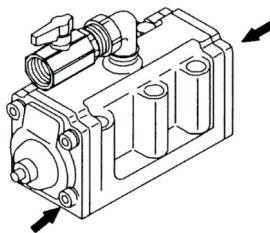

Fig 7.2
- Retire los 4 tornillos de la tapa A y los 4 tornillos de la tapa B y quite las tapas A y B (fig. 7.2).